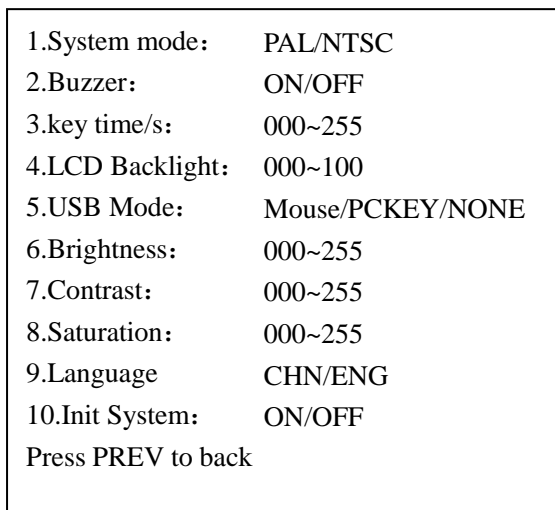

Рис. 4.4
4.4 Настройка системы (выбор – кнопка [4], рис. 4.4)